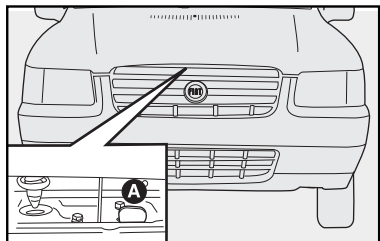

fig. 73
2) Presione la palanca **A-fig. 73**.